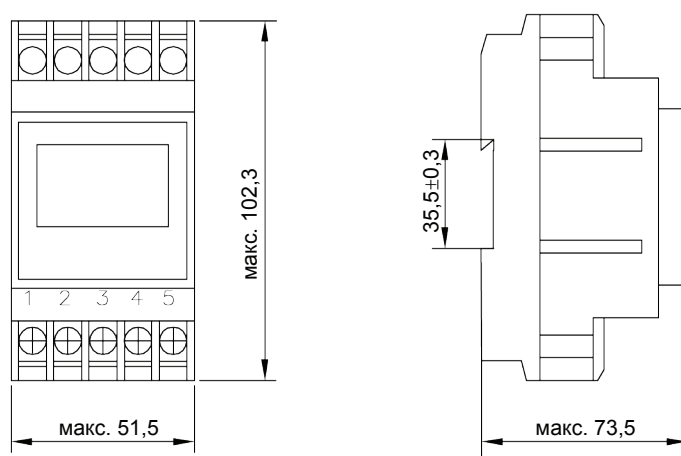

Рис. 1. Габаритные размеры KG10D
6.1 Внешний вид и установочные размеры: см. рис. 1–3